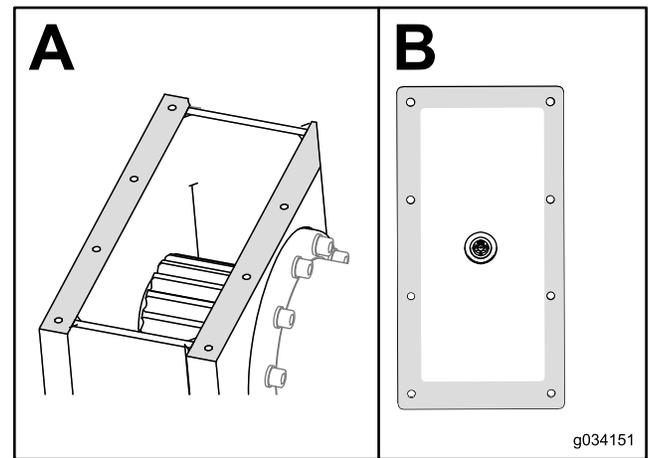

Bild 136
7. Entfernen Sie das Dichtungsmittel am Getriebe und an der Abdeckung (Bild 136).
8. Tragen Sie neues RTV-Dichtungsmittel (KFZ-artig) um die Kanten der Abdeckung auf (Abschnitt B in Bild 136).